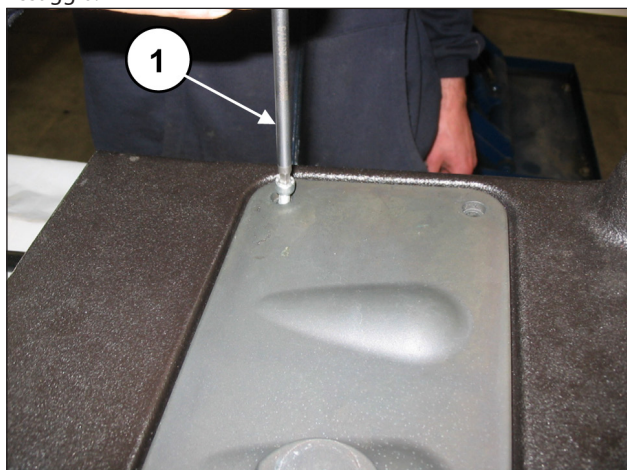
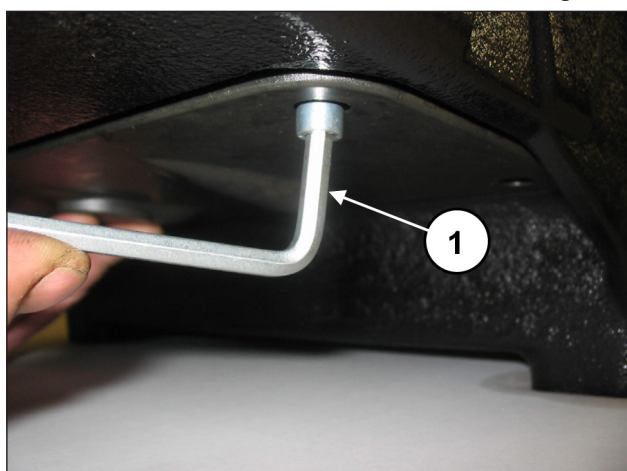

Fig. 139
Fig. 140
Rimuovere il coperchio di ispezione superiore (pos. ①, Fig. 139) e inferiore (pos. ①, Fig. 140) svitando le 4+4 viti di fissaggio.